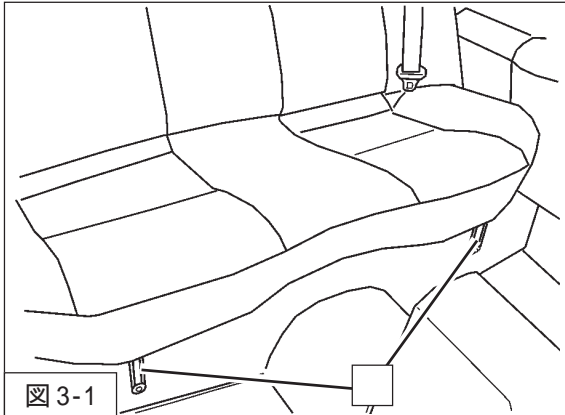

図3-1
1. リアシートクッション取付ボルトを取外し、リアシートクッションを取外してください。(図3-1)